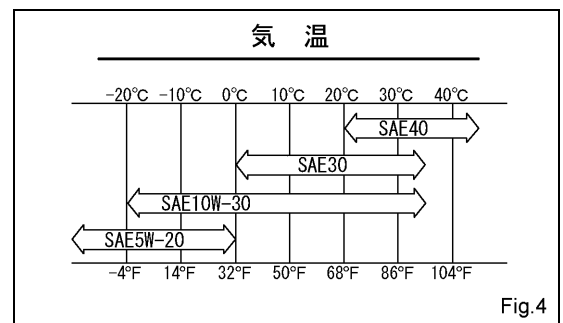

Fig.4
- (6) オイルキャップを給油口に差し込み、確実に締め付けて下さい。
- (7) エンジンオイルは API 分類 SH 級相当のエンジンオイルを使用温度（気温）によって右図のように使い分けて下さい。（Fig.4）